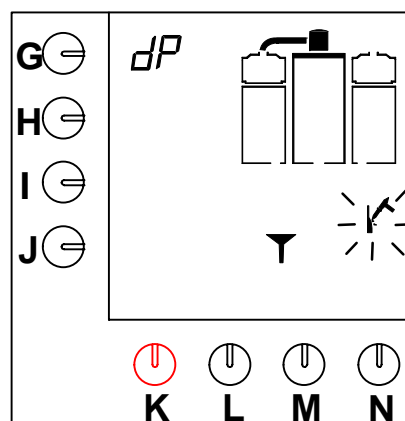

Fig. 19 Bryggarsystemet ber om avkalkningsvätska
- En signal hörs, hammarsymbolen blinkar och en tratt visas på displayen (fig. 19).